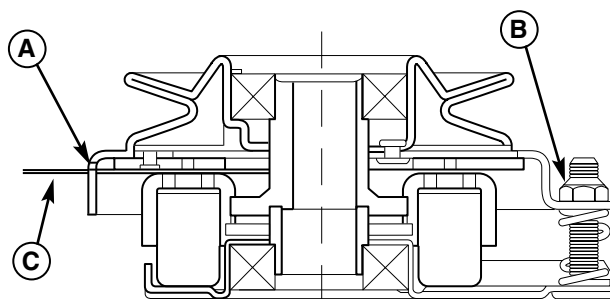

Figure 23. Réglage d'embrayage de prise de force
3. Insérer une jauge d'épaisseur de 2,5-4 mm (0,012"-0,015") (C) dans chaque ouverture en la positionnant entre la face du rotor et la face de l'armature comme l'indique la figure 23.